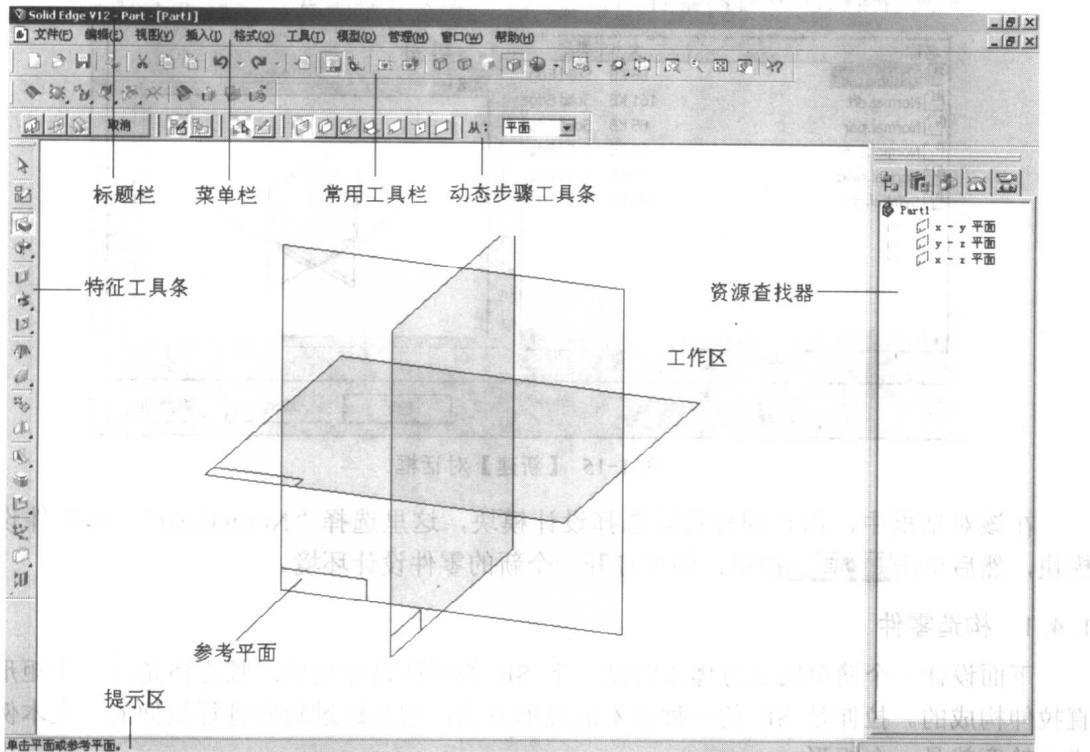

图1-14 SE界面
通过上面的讲述可以进入具体模块的用户界面。SE的五个模块的用户界面基本是一致的，主要由标题栏、菜单栏、常用工具栏、特征工具条、动态步骤工具条提示区、工作区和资源查找器等构成。如图1-14所示的是零件设计模块的界面。
- 特征工具条：包含一系列的制图命令，SE的每一个模块都有各自专用的特征工具条。如图1-14所示的是零件设计模块的特征工具条。